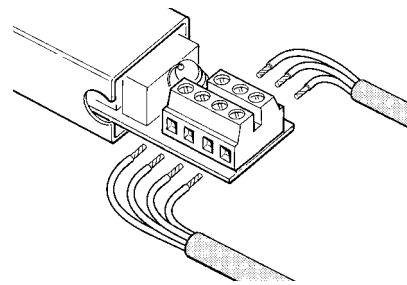

Abb. 8
- 6 Die Leiter gemäß Abbildung 8 an den Klemmen anschließen und den Plan in Abbildung 13 beachten.